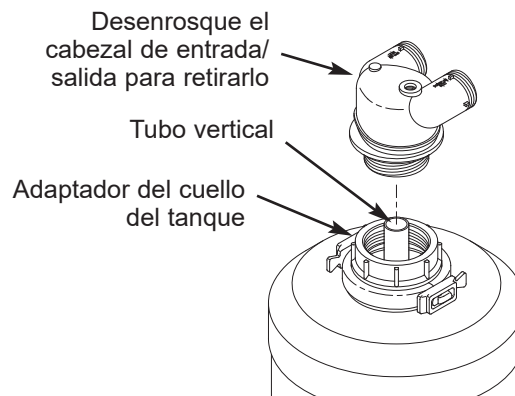

FIG. 9
4. Sujete el adaptador del cuello del tanque con una llave de correa, y desenrosque el cabezal de entrada/salida del adaptador (vea la Fig. 9). Una vez que el cabezal de entrada/salida esté completamente desenroscado, compruebe si el tubo vertical (vea la Fig. 9) sigue introducido en el cabezal de entrada/salida. Retírelo levantando el cabezal de entrada/salida lo suficiente para tomar el tubo vertical y tirar de él a fin de liberarlo del cabezal.
**NOTA: Es posible que el tubo vertical (vea la Fig. 9) se haya salido del fondo del tanque de minerales. Si es así, puede que el cabezal de entrada/salida no se acople a las roscas del adaptador del cuello. Para corregir este problema, aplique presión de aire o agua al tubo vertical. Esto moverá el medio filtrante en el fondo del tanque, permitiendo que el tubo vertical baje hasta el fondo del tanque de minerales.**